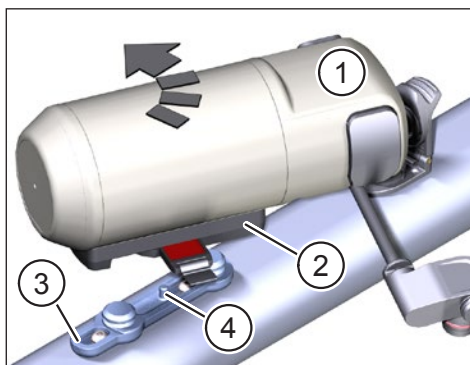

Fig. 4: Plaats Range Extender
- Plaats de Range Extender (Pos. 1 in Fig. 4) met de vastgezette FIDLOCK® Force Connector (Pos. 2 in Fig. 4) diagonaal op de FIDLOCK® Bike Base (Pos. 3 in Fig. 4). De pen (Pos. 4 in Fig. 4) op de FIDLOCK® Bike Base moet in de overeenkomstige aansluiting in de FIDLOCK® Force Connector schuiven wanneer deze erop wordt gezet. De magneten ondersteunen de bevestiging en de Range Extender moet automatisch met een hoorbare klik vastklikken.